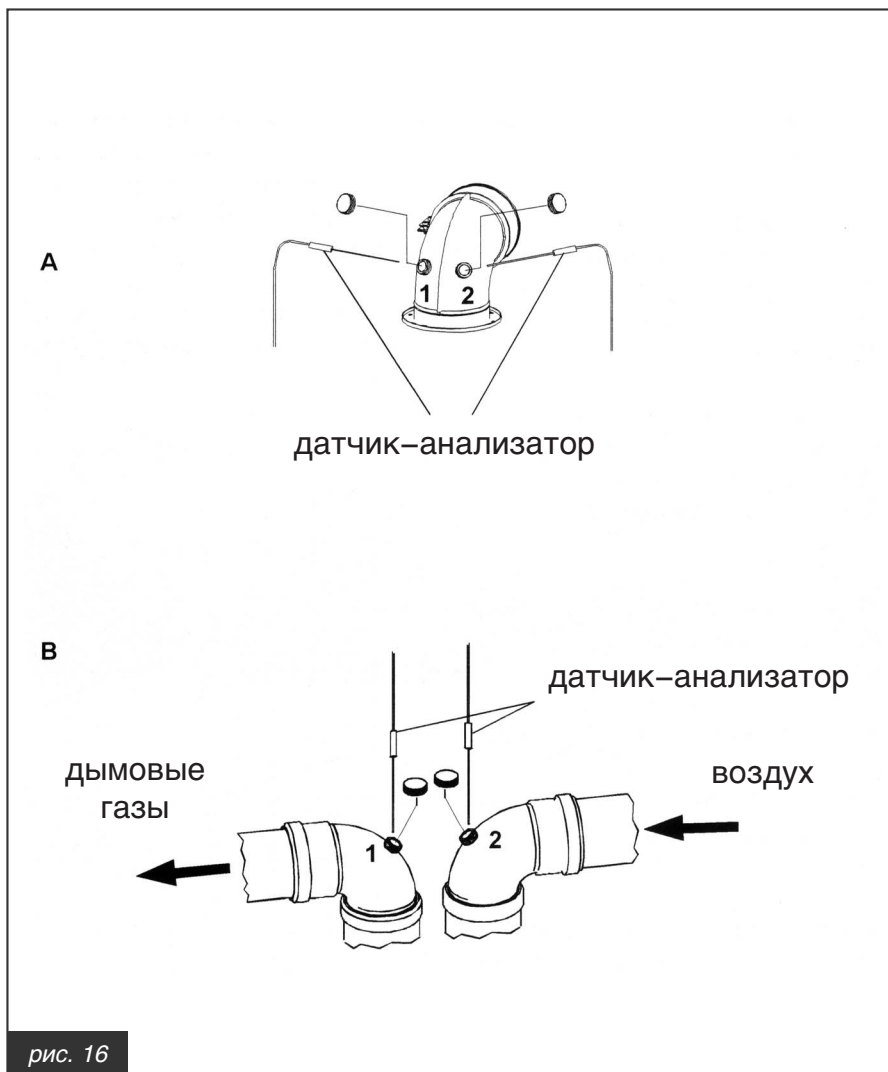

рис. 16
- измерить температуру воздуха для горения через отверстие 2 (см. рис. 16 A)
- измерить температуру отходящих газов и содержание CO₂ через отверстие 1 (см. рис. 16 A)
- измерить температуру воздуха для горения через отверстие 2 (см. рис. 16 B)
- измерить температуру отходящих газов и содержание CO₂ через отверстие 1 (см. рис. 16 B)